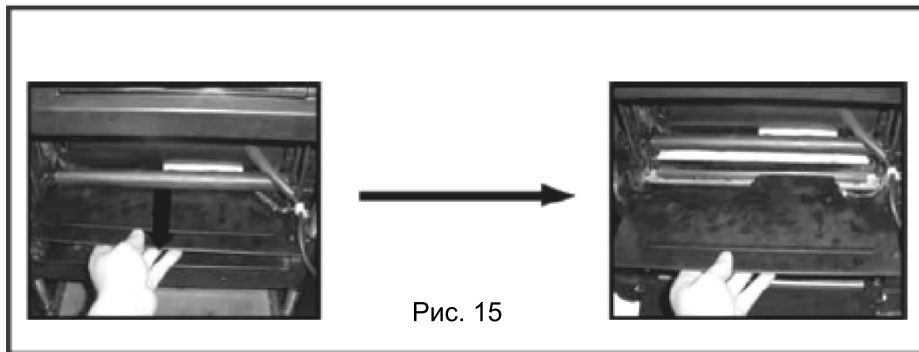

Рис. 15
3. Удалите защитную крышку, закрывающую режущую головку (Рис. 15).